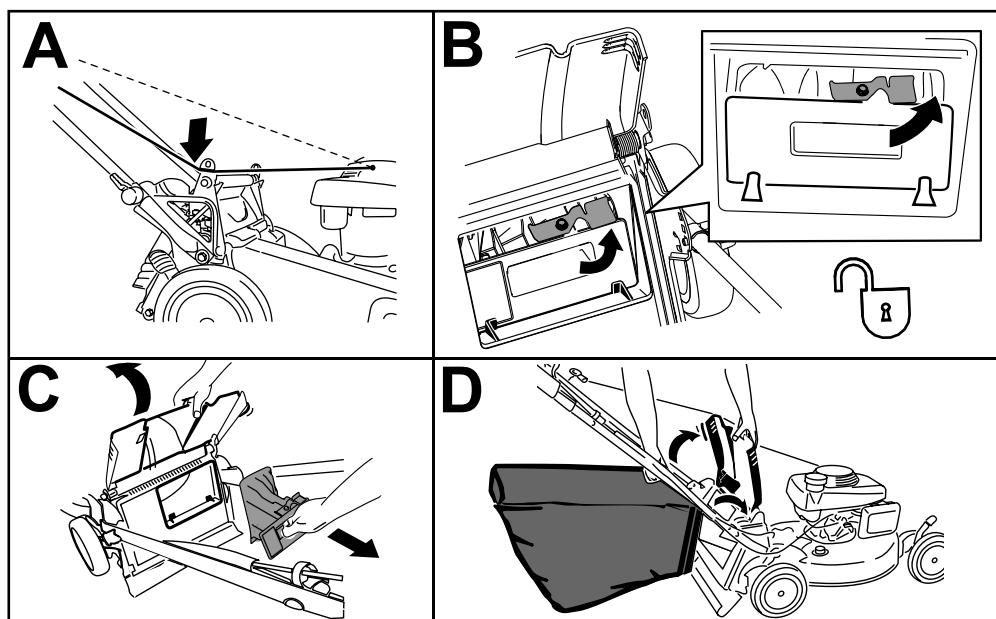

Figura 17
1. Pase la cuerda del arrancador alrededor de la guía de cuerda inferior (Figura 17, A).
2. Levante y sujeté el deflector trasero y desbloquee el tapón trasero (Figura 17, B).
3. Extraiga el tapón trasero (Figura 17, C).
4. Cuelgue el borde superior delantero de la bolsa de los pasadores situados en las muescas de los soportes del manillar (Figura 17, D).